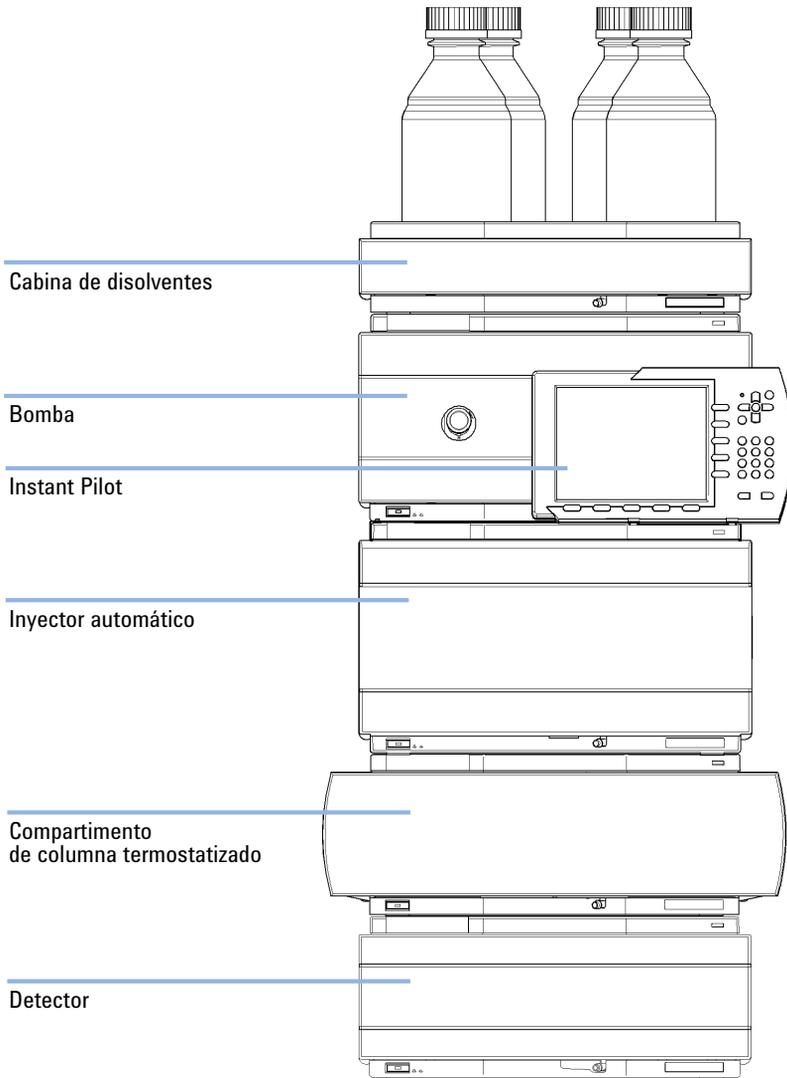
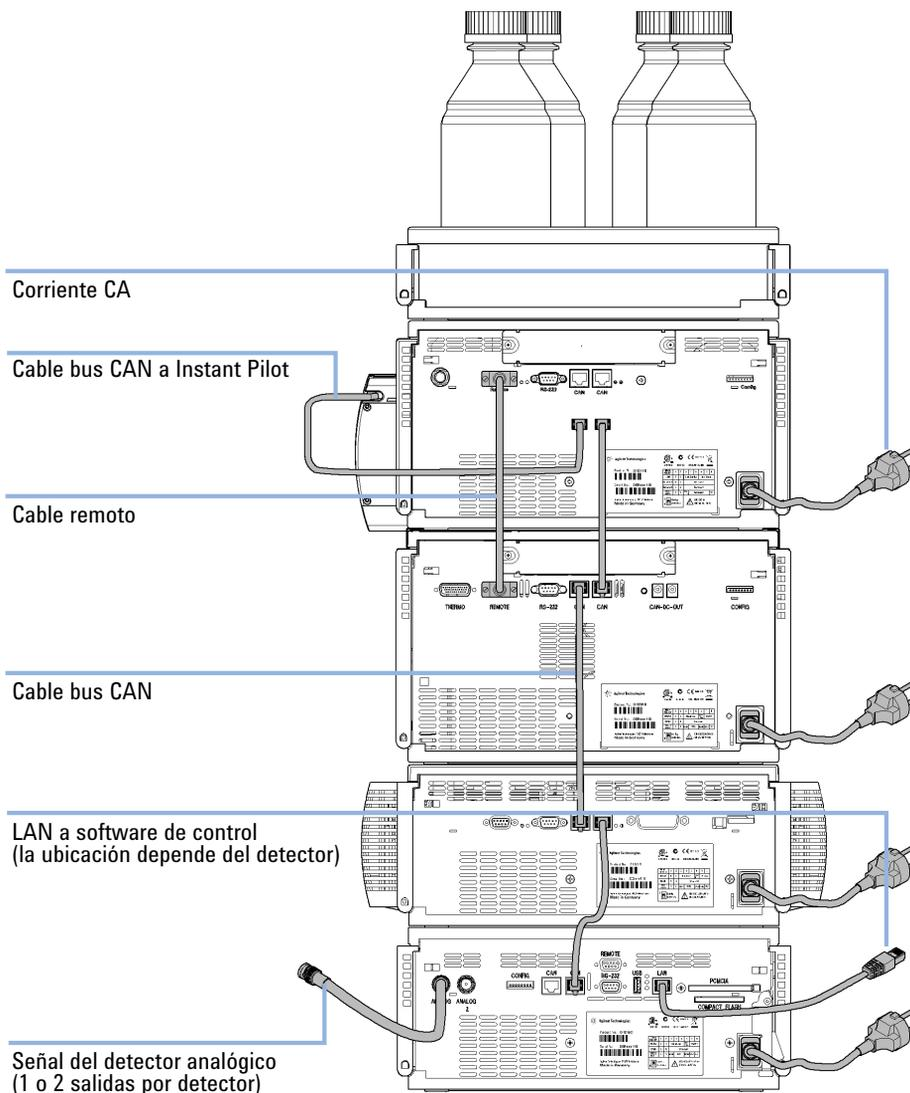

Figura 6 Configuración recomendada de la torre de módulos para el modelo 1260 Infinity (vista frontal)
Figura 7 Configuración recomendada de la torre de módulos para el modelo 1260 Infinity (vista posterior)
Optimice el rendimiento mediante la instalación de los módulos del sistema LC Agilent 1260 Infinity en la siguiente configuración (consulte Figura 6 en la página 39 y Figura 7 en la página 40). Esta configuración optimiza el paso de flujo para reducir el volumen de retardo y el espacio necesario en el banco.
- 1 Coloque los módulos individuales en una configuración de torre, tal y como se muestra en Figura 6 en la página 39.
- 4 Conecte el cable CAN al conector CAN del siguiente módulo; consulte Figura 7 en la página 40.
- 1 Coloque el desgasificador de vacío en la torre de módulos, tal y como se muestra en Figura 6 en la página 39.
- 5 Conecte el cable APG al conector APG remoto de la bomba; consulte Figura 7 en la página 40.